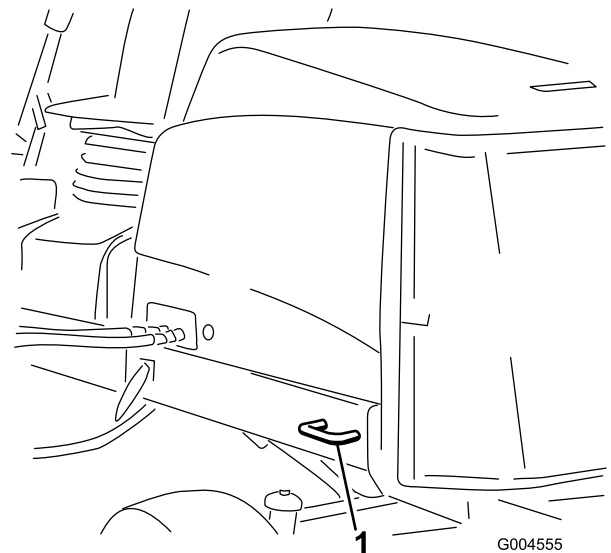

Figura 41
- **Parte trasera de la máquina**—a cada lado de la máquina, en el bastidor trasero (Figura 41).